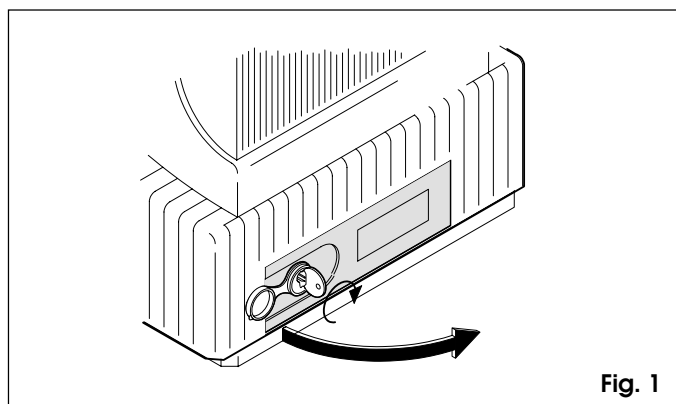

Fig. 1
Dans le cas où le portail doit être actionné manuellement à la suite d'une coupure de courant ou d'une défaillance de l'automatisme, il faut impérativement agir sur le dispositif de déverrouillage à levier comme indiqué (fig.1-rep.6):
- ôter le bouchon protecteur et insérer la clé fournie dans la serrure (fig.1);
- tourner la clé dans le sens des aiguilles d'une montre et ouvrir le capot du dispositif de déverrouillage comme indiqué fig.1.